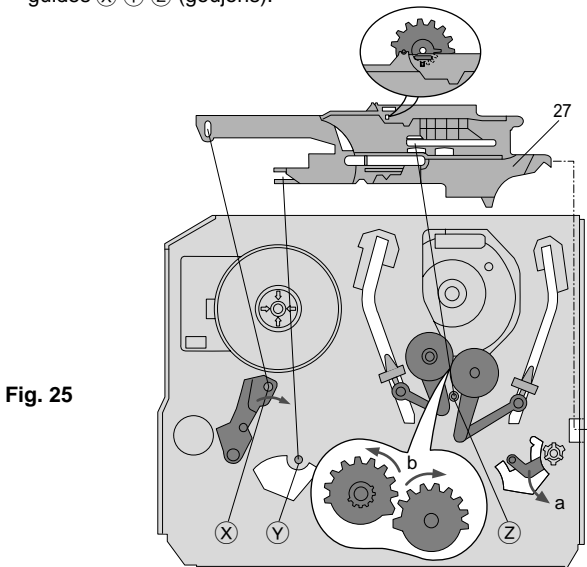

Fig. 25
- Déplacer les leviers et pignons dans le sens des flèches (Fig. 25) jusqu'à la butée.
- Introduire le curseur (Pos. 27) comme montré à la Fig. 25 dans les guides (X) (Y) (Z) (goujons).